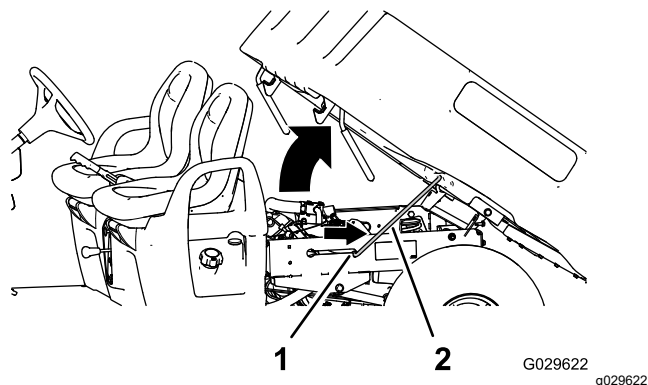

Figure 2
5. Engagez la béquille dans le cran de verrouillage pour bloquer le plateau en position (Figure 2).